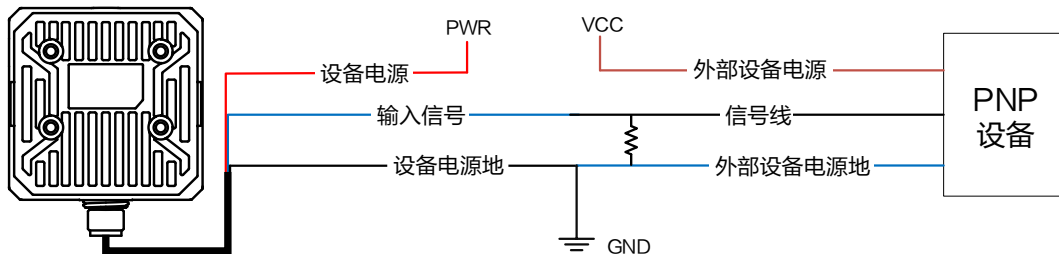

图3-7 输入信号接 PNP 设备
- 若周围有外接电阻，可使用图 3-7 所示的接线方式，使用 1 K Ω 的下拉电阻。该接线图适用于所有 IO 输入信号，即 Line0/1/2/3/4，推荐使用该方式接线。